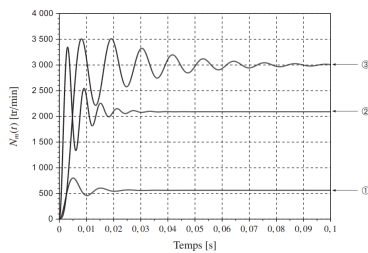

FIGURE 1.10 – Évolutions simulées de  $\omega_m(t)$ .
Les résultats de simulation de la réponse du moteur  $N_m(t)$ , en boucle fermée, pour une entrée échelon d'amplitude  $N_0 = 3000 \text{ tr min}^{-1}$  pour différentes valeurs de  $K_p$  et de  $K_i$  sont donnés sur la figure 1.10.
**Question 5** Pour les courbes 1 et 2 de la figure 1.10, préciser, en le justifiant, la simulation qui est associée à la plus grande valeur de  $K_p$ . On pourra exprimer le coefficient d'amortissement de la FTBF ou exprimer l'écart statique.
**Question 6** Pour chaque courbe de la figure 1.10, préciser, en le justifiant, si la valeur de  $K_i$  est nulle ou non.